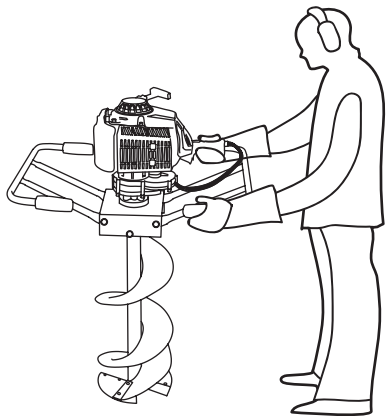

Рис. 8 Положение тела оператора при работе мотобуром
3. Примите устойчивую позу, расставив ноги на удалении от шнека (Рис. 8).